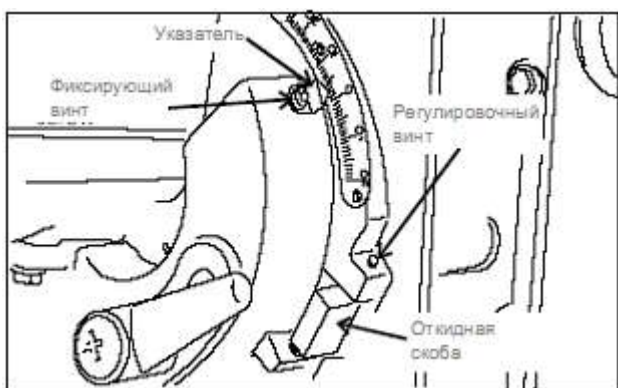

Рис. 20: Расположение регулировочных винтов и крепежных винтов указателя для регулировки угла стола.
5. Если требуется настройка, то поворачивать регулировочный винт (Рис. 20) до тех пор, пока стол не станет точно перпендикулярным плите.